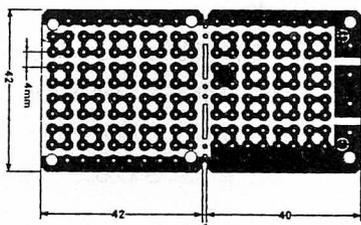

図11
⑦STEP 6 : 簡単なセンサー (光センサー・熱センサーなど) を利用して、豆電球が点灯消灯する回路 (図11、12)